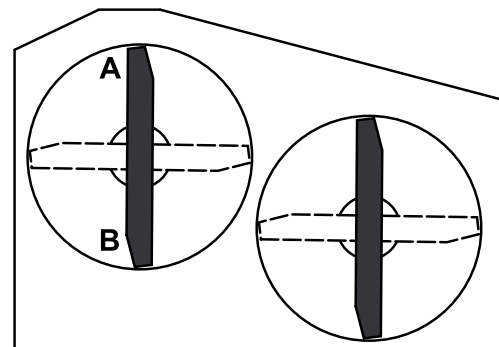

Figura 56
- Coloque una cuchilla en posición longitudinal. Mida en las posiciones **A** y **B** desde una superficie nivelada hasta el filo de corte de los extremos de la cuchilla (Figura 56).